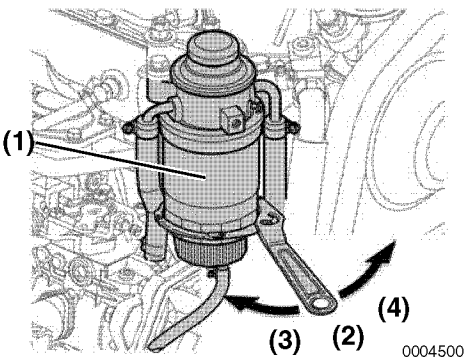

Figure 14
- 6. Retirez le logement du filtre (**Figure 14, (1)**) avec une clé à filtre (**Figure 14, (2)**).